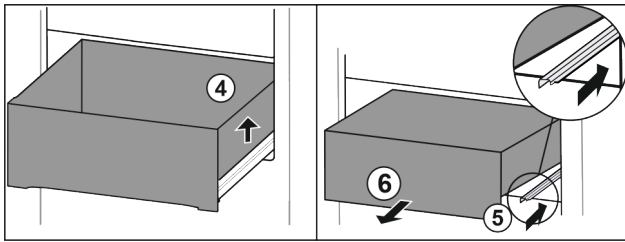

Fig. 15*
- ▶ Schubfach rechts anheben Fig. 15 (4).*
- ▶ Rechte Schiene einschieben Fig. 15 (5).*
- ▶ Schubfach nach vorne entnehmen Fig. 15 (6).*